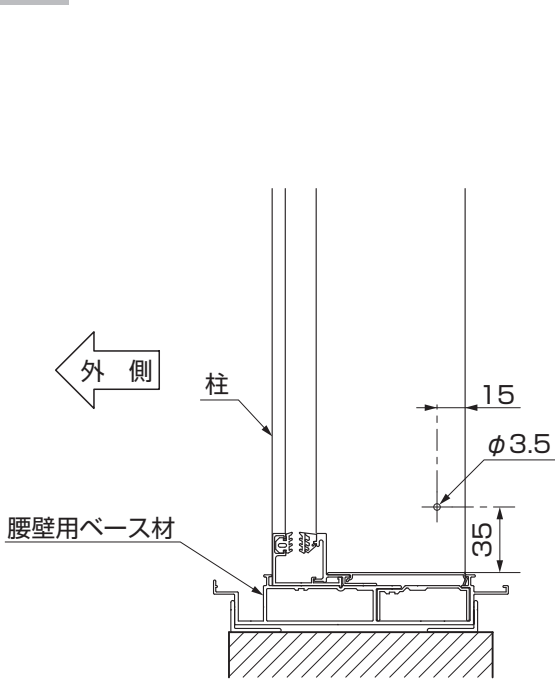
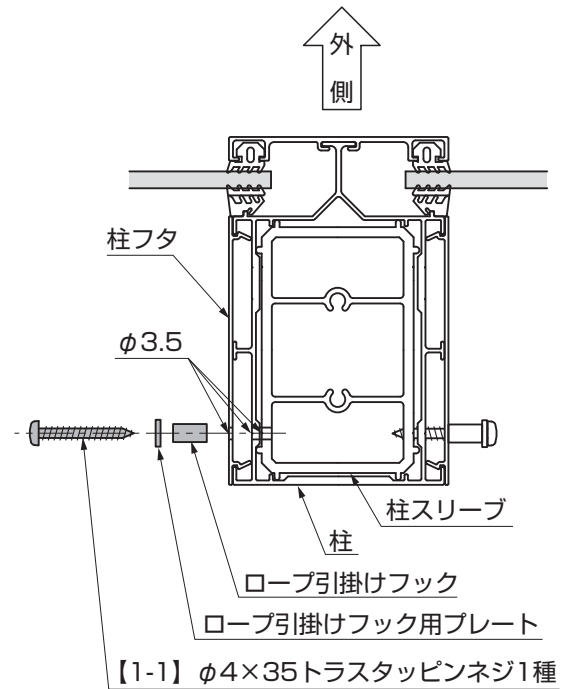

図3-4
図3-5
- ① 柱フタ、柱、柱スリーブに、φ3.5の穴をあけてください。(図3-4、図3-5参照)